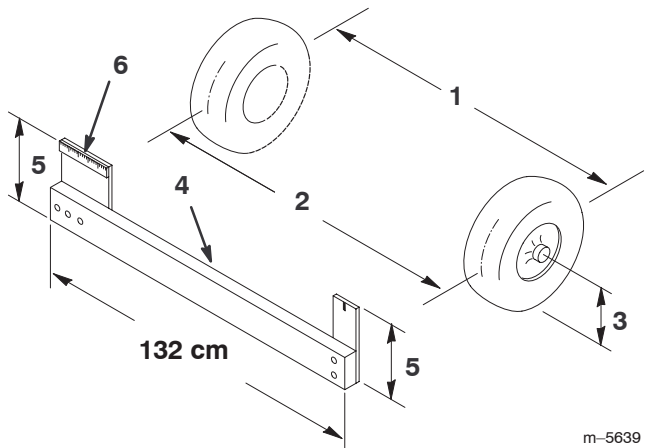

Figure 48
4. Mesurez la distance entre les roues avant à hauteur d'essieu, à l'avant et à l'arrière des roues (Fig. 48). Un gabarit ou un compas à verges est nécessaire pour mesurer l'arrière des roues avant à hauteur d'essieu. Utilisez le même gabarit ou outil pour mesurer précisément l'avant des roues avant à hauteur d'essieu (Fig. 48).